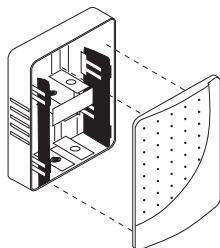

Abb.1
1. Ziehen Sie die Abdeckung des Gongs nach vorne ab (Abb.1).